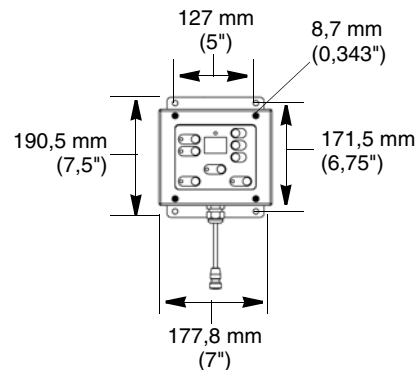

FIG. 7
3. Utilizzando l'attrezzatura come una maschera, contrassegnare i fori di montaggio a parete ad un'altezza conveniente per l'operatore, in modo che l'attrezzatura sia accessibile per la manutenzione. FIG. 7.